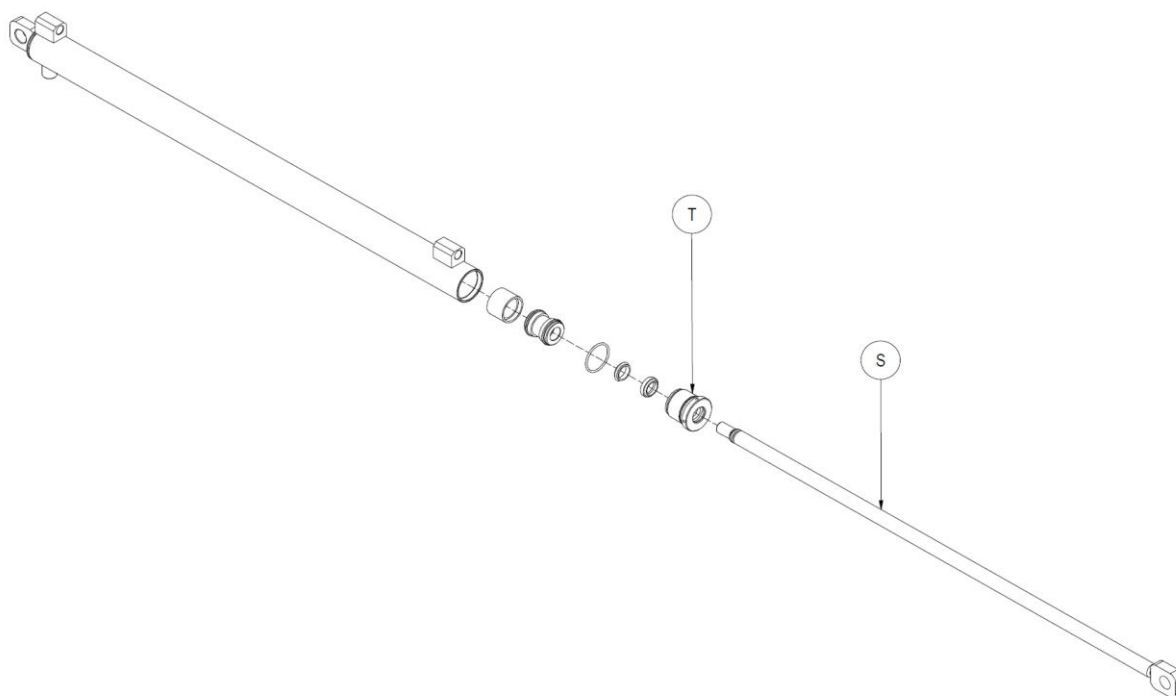

Figure 36
8. Se référer à la *Figure 36*.